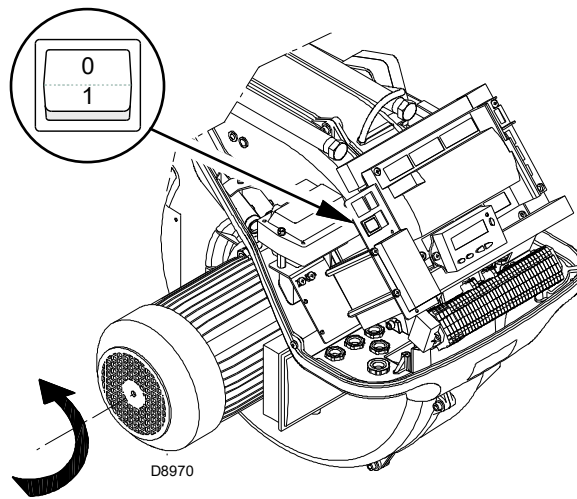

Fig. 30
Chiudere i termostati/pressostati e mettere l'interruttore di Fig. 30 in posizione "1".
Appena il bruciatore si avvia posizionarsi quindi di fronte alla ventola di raffreddamento del motore ventilatore e verificare che questa ruoti in senso antiorario. Vedi Fig. 30.
- mettere l'interruttore di Fig. 30 in posizione "0" ed attendere che il controllo fiamma esegua la fase di spegnimento;
Il bruciatore è nello stato di attesa richiesta calore o il selettore "0-1" (Fig. 30 a pag. 34) è sulla posizione "0".
Con il selettore "0-1" (Fig. 30 a pag. 34) il bruciatore non si arresta immediatamente, ma avviene la fase di spegnimento.